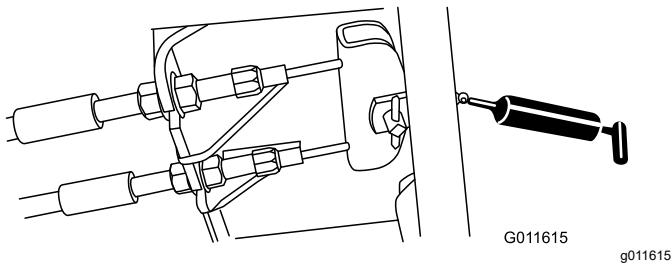

Figura 48
- Pedale del freno (1) (Figura 48)